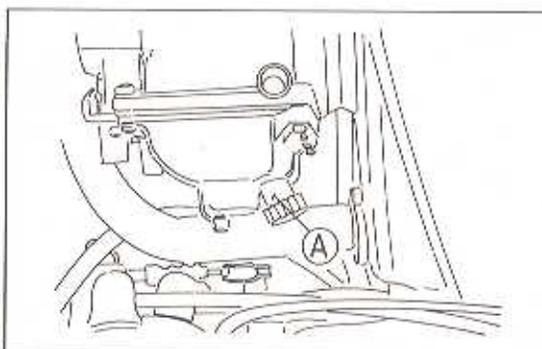

Bild 60
- Einen Unterdruckmesser an den beiden Stutzen der Vergaser anschliessen (Bild 60).